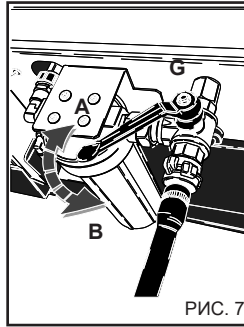

РИС. 7
- 3) Поверните рукоятку крана «G» в поз. «A» рис. 7. В случае подачи из внешнего резервуара, установите рукоятку в поз. «B».